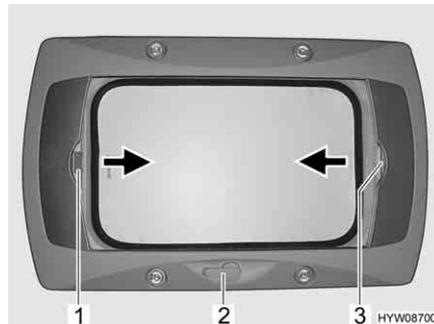

Fig. 72 Oblò a manovella
- Ruotare la manovella (Fig. 72,2) fino a quando non si incontra resistenza.
- Tirare la tendina oscurante pieghevole per la maniglia (Fig. 72,3) nella direzione della freccia fino alla posizione desiderata e rilasciare. La tendina oscurante pieghevole rimane in questa posizione.
- Tirare la zanzariera a rullo per la maniglia (Fig. 72,1) nella direzione della freccia verso la maniglia contrapposta della tendina oscurante pieghevole (Fig. 72,3) e farla innestare.
- Tirare la maniglia della zanzariera a rullo (Fig. 72,1) dietro, verso l'alto, e sganciare la zanzariera a rullo dalla tendina oscurante pieghevole (Fig. 72,3).